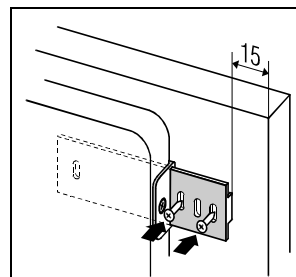

Figure 3
- Insérez les glissières dans les guides des glissières et fixez-les avec les vis A 4 x 12 à distance de 15 mm du bord de la porte du meuble (Figure 3).